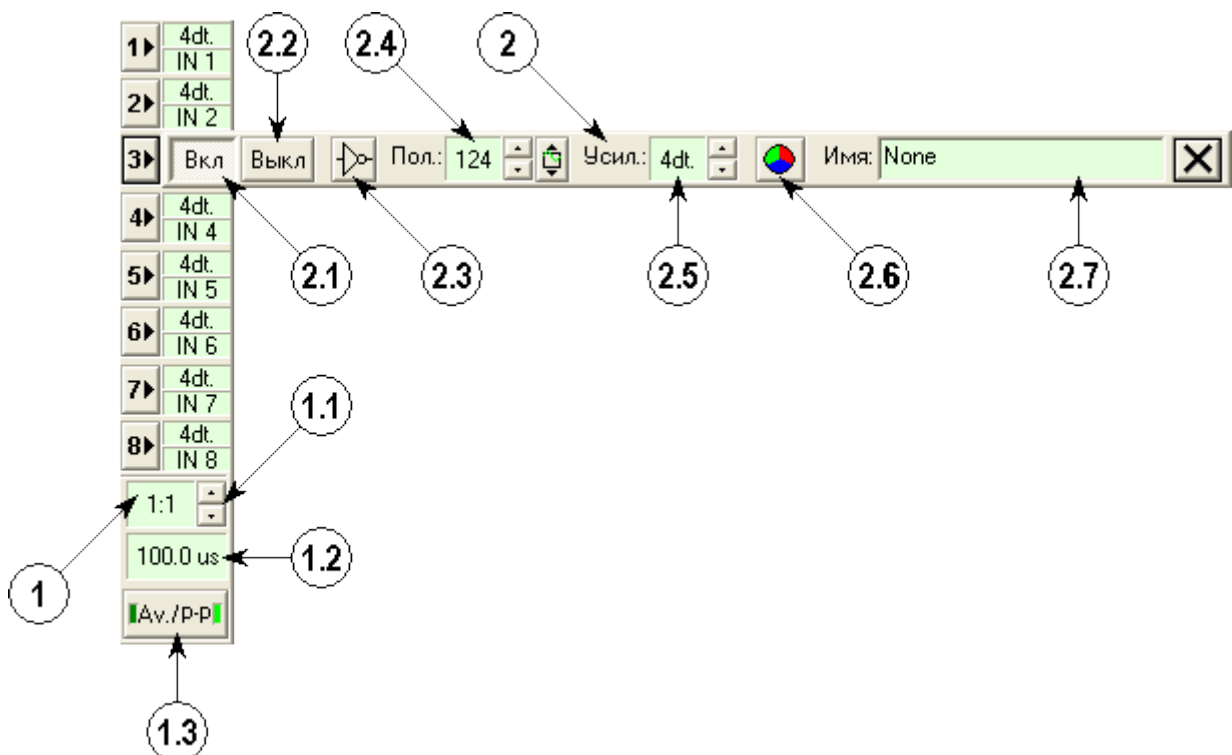
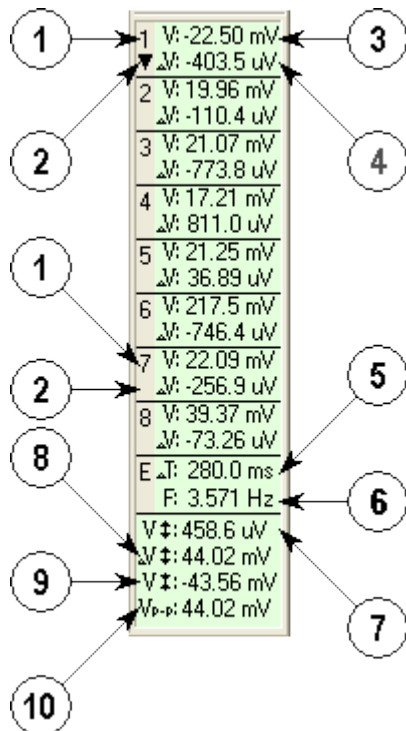
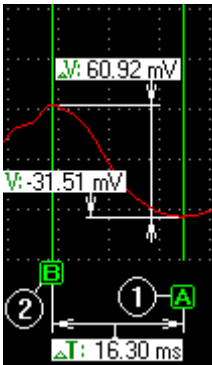
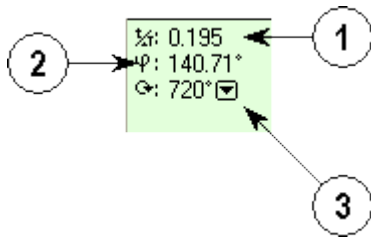

Рис. 7. Панель управления [1] и панель управления канала [2] в режиме просмотра бинарных файлов.
Рис. 8. Измерительная панель:
Рис. 9.
Рис. 11. Элемент отображения скважности и фазы измерительной панели:
Как и в режиме осциллографа (анализатора) управление параметрами отображения сигналов осуществляется при помощи панели управления, расположенной в левой части экрана (по вертикали). Вид данной панели приведен на рис. 7 указатель [1].
Для изменения параметров канала используется панель настройки канала. Данная панель изображена на рис. 7 указатель [2].
Панель позволяет (рис. 7 указатели [2.x]):
Для лучшей визуализации низкочастотного сигнала или его низкочастотной составляющей панель управления позволяет "сжать" сигнал во временном интервале. Данную функцию выполняет элемент "Текущее сжатие" (рис. 7 указатель [1.1]). При использовании режима сжатия (значение сжатия выше 1:1), режим отображения информации изменяется элементом панели управления режим отображения сигнала см. рис. 7 указатель [1.3]. Его функции идентичны соответствующему элементу панели управления в режиме осциллографа (анализатора) см. п. 3.4.
Текущее значение интервала времени на деление измерительной сетки отображается элементом "Время/дел" см. рис. 7 указатель [1.2].
Проведение измерений возможно в реальном режиме времени осциллографа (анализатора), а также при работе с записанным бинарным файлом. Программа позволяет производить измерения среднего (пикового) значений напряжения и разности напряжений, а также временного интервала и частоты. Все измерения осуществляются при помощи измерительной панели (см. рис. 8) и маркеров (см. рис. 9).
Далее, по направлению вниз, расположен элемент, который отображает временной диапазон (Т), ограниченный маркерами "А" – "В", и соответствующую ему частоту (1/Т) см. рис. 9.
- 3 – текущее среднее напряжение для канала 1 в точке, на которую указывает маркер "А" (см. рис. 9);
- 4 – текущая средняя разность напряжений для канала 1 в точках, заданных маркерами "А" и "В" (см. рис. 9);
- 5 – интервал времени T между маркерами "А" и "В" (см. рис. 9);
Как показано на рис. 9: напряжение определяется по маркеру "А" (1), разность напряжений соответствует разности напряжений между точками, на которые указывают маркеры "А" (1) и "В" (2).
Элементы указатели [7], [8], [9], [10] рис. 8 активизируются только при работе с аналоговыми данными на определенных развертках в режиме осциллографа или при использовании опции сжатия (сжатие > 1:1 см. рис. 7 указатель [1.1]) в режиме просмотра бинарного файла. Эти элементы отображают информацию только по "выбранному" каналу. Он помечается "стрелкой вниз" в левой части прямоугольника, отображающего его средние значения (см. рис. 8 указатель [2]).
Для измерения параметров скважности и фазы сигналов, измерительная панель снабжена элементом для отображения скважности и фазы рис. 11. Данный элемент отображается вместо элемента, отмеченного на рис. 8 указателями [7], [8], [9], [10].
Для изменения номера канала, по которому отображается информация в элементе (рис. 8 указатели [7], [8], [9], [10]) необходимо переместить курсор мыши на номер устанавливаемого канала (рис. 8 указатель [1]) и нажать левую клавишу мыши. Активировать или де активировать элемент скважности и фазы можно при помощи опции меню "Отображать => Расширенная изм. информация для => временных парам." или поместить курсор мыши на элемент временных параметров (рис. 8 указатели [5], [6]) и нажать левую клавишу мыши. Чтобы сменить текущий предел градусной сетки необходимо переместить курсор мыши на стрелку вниз справа от значения текущего предела градусной сетки (рис. 11 указатель [3]) и нажать левую кнопку мыши. Затем выбрать нужное значение из списка.
Окно активизируется опцией меню "Отображать => Индикатор значения => Канал <номер канала>" или двойным щелчком мыши на элементе требуемого канала измерительной панели (см. рис. 8 указатели [3], [4]).
Для облегчения функции навигации, а также для возможности внесения комментариев, характеризующих ключевые участки осциллограммы, в систему отображения осциллограммы добавлено использование маркеров-закладок. Каждый маркер привязан к заданному положению во временной шкале осциллограммы. Установка или удаление маркера осуществляется следующим образом: измерительный маркер (1) см. рис. 9 устанавливается в требуемую позицию, затем при помощи опции меню "Закладки => Установить/Убрать" или кнопкой ✓ панели инструментов устанавливается или удаляется маркер. Эту же функцию выполняет сочетание клавиш Ctrl+F2. Если в заданной позиции маркер отсутствовал, он устанавливается, в противном случае – удаляется. Для просмотра всего списка маркеров в программе предусмотрено окно списка маркеров рис. 19. Данное окно активизируется опцией меню "Закладки => Показать все" или кнопкой ✓ панели инструментов. Подробно об окне списка маркеров см. ниже.